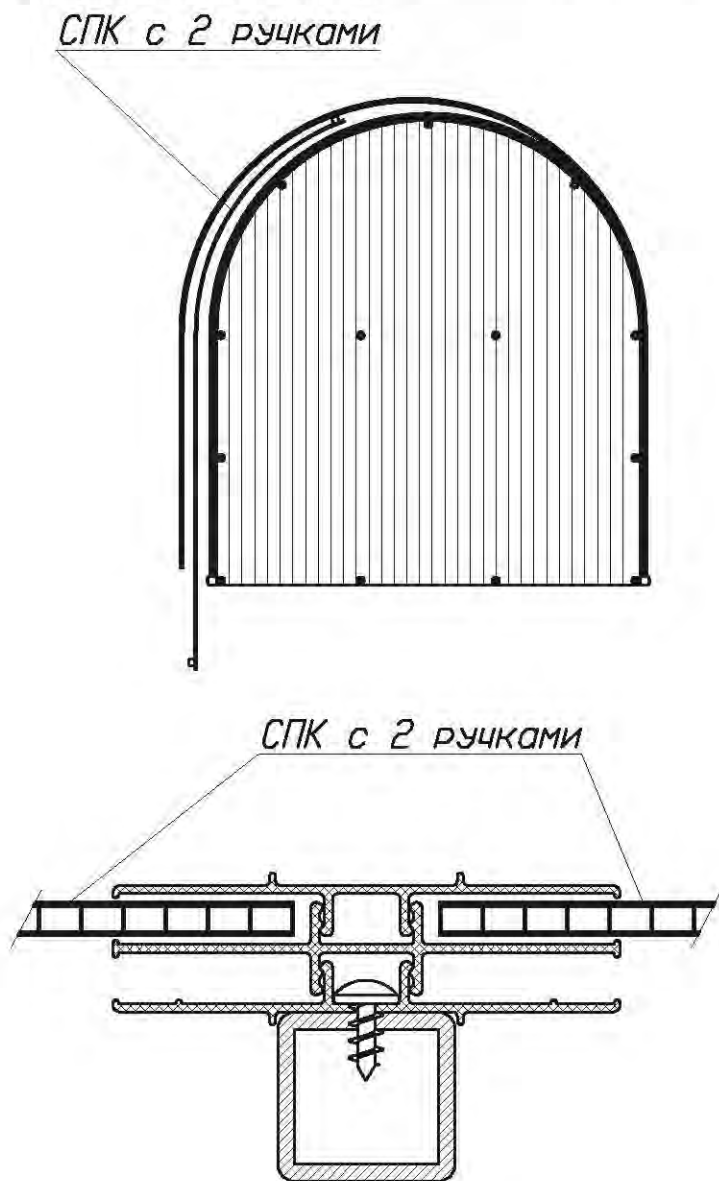

Рис. 13
6.1 Лист поликарбоната с двумя планками-ручками вставляется в верхний паз направляющей (рис. 13, 14).